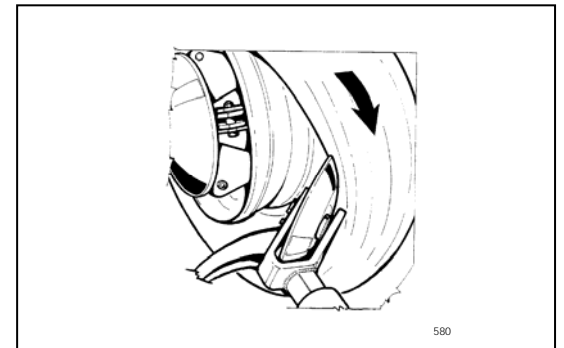

Fig.31
5. Demount the inner bead with the bead breaker disc, as described in @5.2.7. (Fig.31).
5. *Démonter le talon intérieur à l'aide du disque détalonneur, suivant la description du #5.2.7 (Fig.31).*
5. Den inneren Wulst mit der Abdrück-scheibe demontieren wie unter @5.2.7 beschrieben (Abb.31).